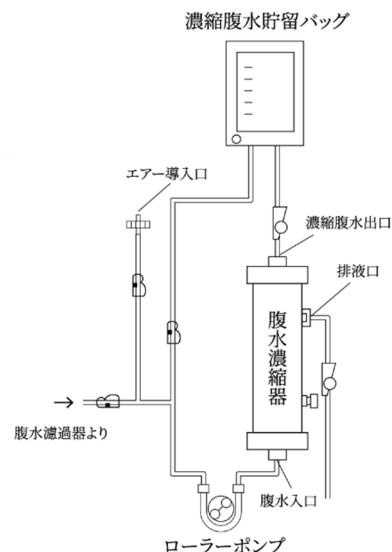

図 1-1 ポンプ式の回路図（例）
- ①腹水濾過器の添付文書に従い、腹水濾過を開始する。
- ②図1-1の場合は排液口に接続した回路のクランプを開ける。
- ③本品に対して前方のローラーポンプ（以下、前方ポンプとする）を回転させ、50 mL/min を目安とし、徐々に流速を増加する。なお、流速は 200 mL/min 以下とする。
- ④本品の腹水入口側の流量と濃縮腹水出口側の流量の比率を本品に対してクランプやローラーポンプ（図 1-1, 1-2）の操作により調整し、腹水を濃縮する。なお、膜間圧力差（以下、TMP とする）が 66 kPa (500 mmHg) 以下となるように流量を調節すること。
- ①ローラーポンプを停止し、腹水の送液を止める。
- ②濃縮腹水貯留バッグ中の濃縮腹水が、腹水入口、濃縮腹水出口、濃縮腹水貯留バッグのみに通液するようにクランプを操作する。
- ③本品の前方ポンプを回転させ、50 mL/min を目安とし、徐々に増加する。なお、流速は 200 mL/min 以下とする。
- ④図 1-1 の場合は、排液口に接続した回路のクランプを開ける。
- ⑤本品の腹水入口側の流量と濃縮腹水出口側の流量の比率を、クランプやローラーポンプ（図 1-1, 1-2）の操作により調整し、腹水を濃縮する。なお、TMP が 66 kPa (500 mmHg) 以下になるように流量を調節すること。
- ①ローラーポンプを停止し、腹水の送液を止める。すべてのクランプが閉じていることを確認する。
- ②腹水濾過器の添付文書に従い、腹水濾過器内の腹水を回収する。必要に応じて、4. 濃縮腹水の再濃縮操作に従い、再濃縮を実施する。
- ③本品内の腹水をより多く回収するため、本品の腹水入口を上へ、濃縮腹水出口を下にする。
- ④エアードリフト管につながる回路のクランプを開け、腹水入口、濃縮腹水出口、濃縮腹水貯留バッグのみへ腹水が通液するようにクランプを操作する。
- ⑤ローラーポンプを回転させ、腹水を回収する。
- ⑥ローラーポンプを停止し、濃縮腹水貯留バッグを分離する。